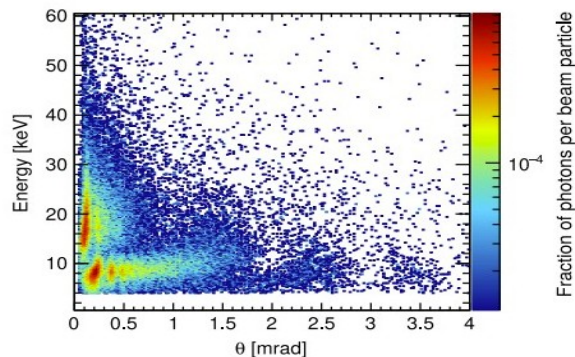
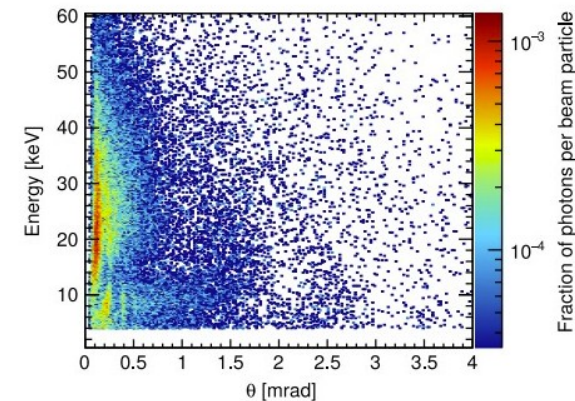

Рис. 3
Рис. 4
2. Детектор на основе GaAs намного эффективнее для высокоэнергетических фотонов переходного излучения (см. рис. 3 – для Si, см. рис. 4 – для GaAs)